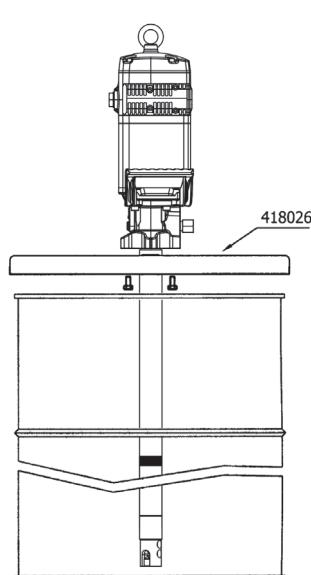

Fig. 1
- Installation avec couvercle renforcé (418026 pour fût de 185 kg). Introduire la pompe par le couvercle et la fixer à l'aide des vis fournies. Fixer fermement le couvercle sur le fût (fig. 1)